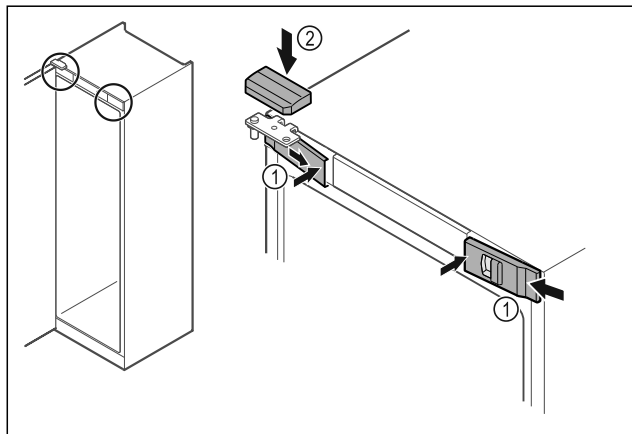

Fig. 45
- ▶ Akassza be oldalt az előlő burkolatokat Fig. 45 (1), és belül pattintsa be.
- ▶ Felülről pattintsa be a felső burkolatot Fig. 45 (2).